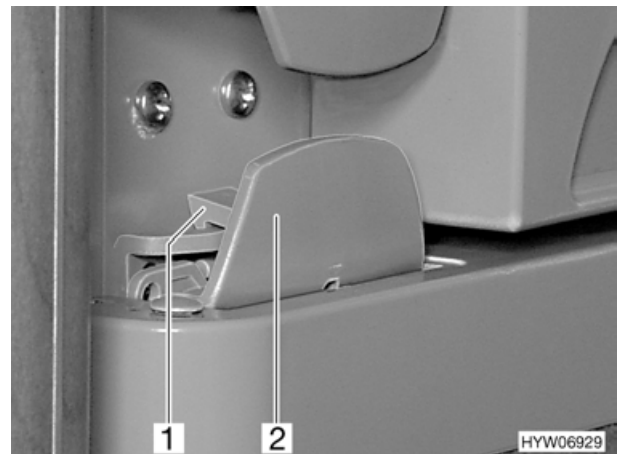

Fig. 81 Bloccaggio della porta del frigorifero, chiuso
- Aprire la porta del frigorifero tirando la maniglia (Fig. 81,2). Il bloccaggio (Fig. 81,1) si sblocca automaticamente.